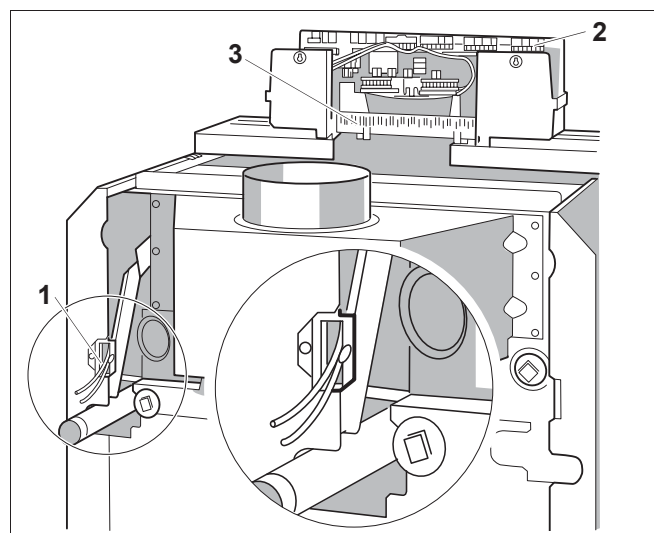

Рис. 13 Кабельный ввод и штекерные соединения
- Электрические соединительные провода заказчика и соединительный провод от системы контроля дымовых газов провести к системе управления снизу через кабельный ввод (рис. 13, поз. 1).
- Электрические подключения к штекерам системы управления (рис. 13, поз. 2) выполнять согласно прилагаемой схеме (рис. 13).